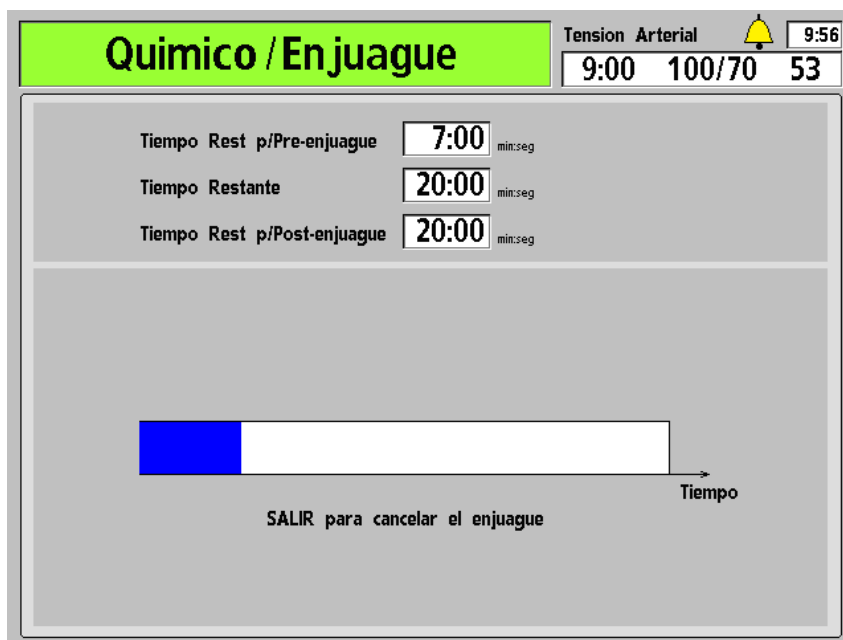

Figura 95 – Pantalla “Enjuague Químico”
4. **Figura 95).** El progreso del programa de desinfección es indicado por la barra horizontal. El programa comienza con un preenjuague de 45 segundos. Se muestra el mensaje “Espere, Enjuagando líneas” en el cuadro de estado.